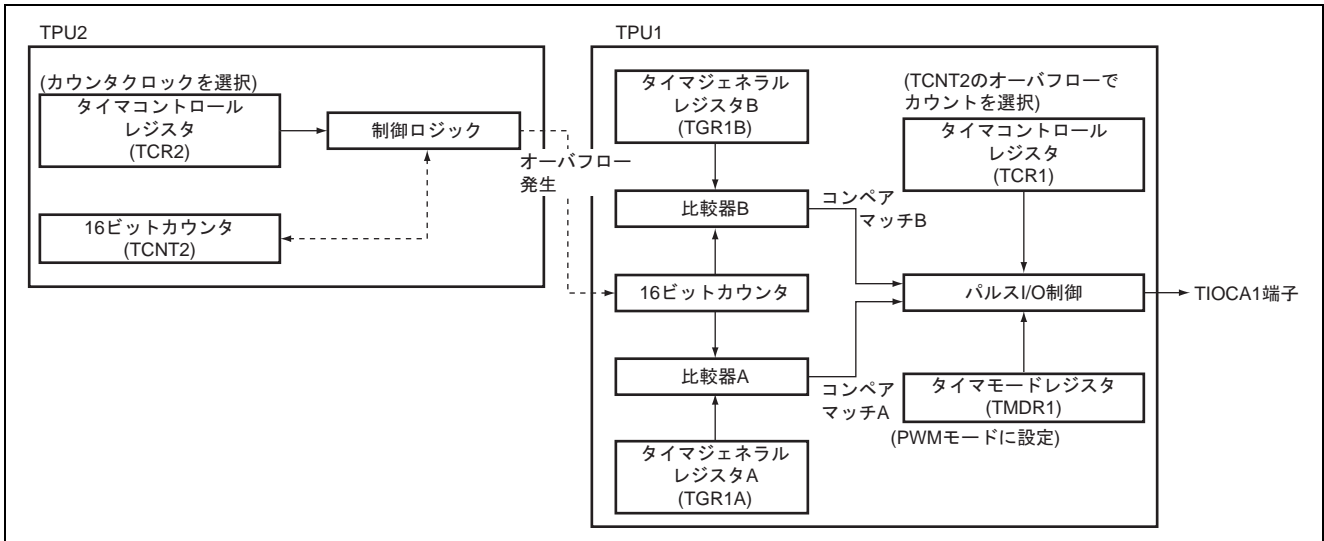

図 2 長周期パルス出力ブロック図
(1) 本タスク例では TPU1 と TPU2 の 16 ビットカウンタを接続して 32 ビットカウンタ動作を行ない、TPU1 から長周期パルスを出力します。図 2 に本タスク例で使用する TPU のブロック図を示します。